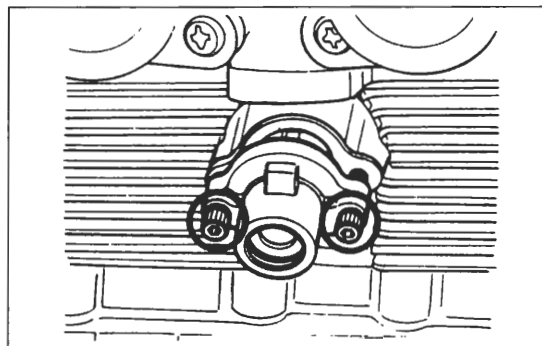

Bild 197
- Spannergehäuse ohne Feder mit neuer Dichtung am Zylinderblock anbringen (6 – 8 Nm; Bild 197).